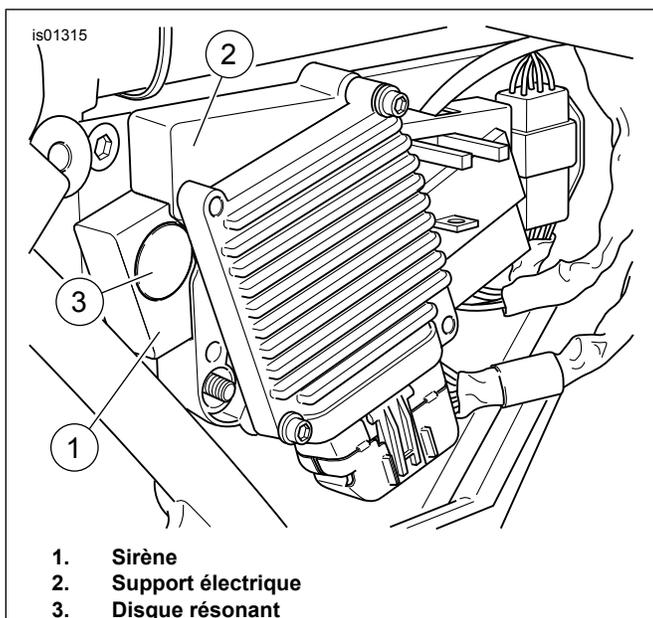

Figure 17. Sirène et support électrique installés (modèles Touring 2002-2007)
8. Voir la figure 17. Installer l'ensemble support électrique avec la sirène sur les goujons situés sur le côté du boîtier de la batterie. Installer deux écrous à collet sur les goujons et serrer.